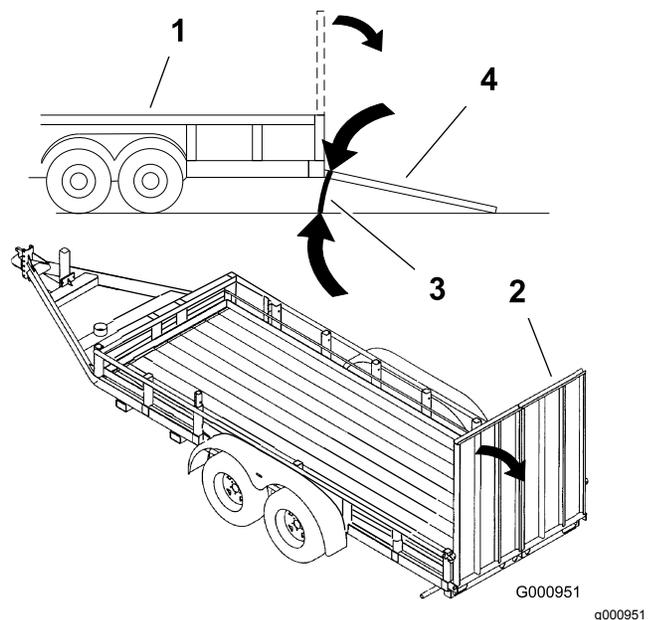

Figura 23
- Utilice una sola rampa lo suficientemente ancha como para sobresalir a cada lado de las ruedas traseras, en lugar de rampas individuales para cada lado de la máquina (Figura 23). Cuando está bajada y bloqueada, la plataforma debe extenderse hacia atrás entre las ruedas traseras, y sirve de tope para evitar vuelcos hacia atrás. Una rampa ancha proporciona una superficie de apoyo para la plataforma si la máquina empieza a volcarse hacia atrás. Con la plataforma elevada, queda sitio para desplazarse detrás de la máquina en una rampa ancha.
- La rampa debe tener una longitud suficiente, de manera que el ángulo no supere los 15 grados (Figura 23). Un ángulo mayor puede hacer que los componentes de los taladros se atasquen cuando la máquina se desplaza desde la rampa hasta el remolque o camión. Un ángulo mayor puede hacer también que la máquina vuelque hacia atrás. Si se carga en o cerca de una pendiente, coloque el remolque o el camión de tal forma que esté pendiente abajo, con la rampa extendida pendiente arriba. Esto minimiza el ángulo de la rampa. El remolque o el camión debe estar lo más horizontal posible.